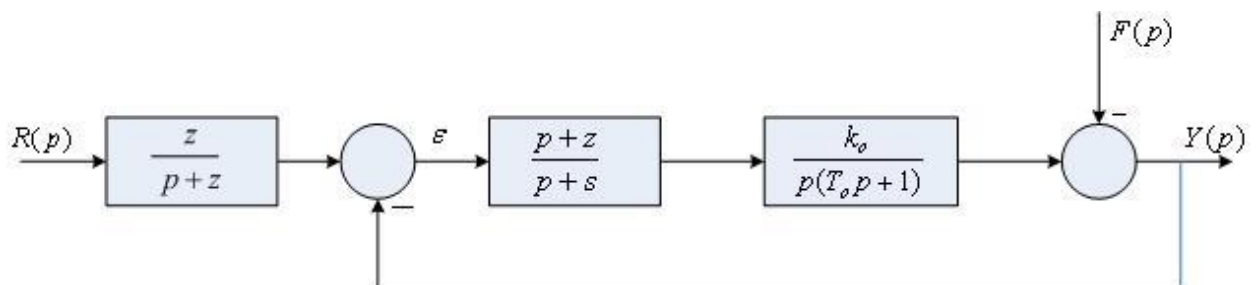

Рис. 5. Структурная схема САУ
4. Настройте параметры регулятора системы с апериодической реакцией, состоящей из функционально необходимых элементов. Структурная схема системы приведена на рис. 5, исходные данные для первого варианта – в табл. 7.
4. Настройте параметры регулятора системы с аperiodической реакцией, состоящей из функционально необходимых элементов. Структурная схема системы приведена на рис. 5, исходные данные для второго варианта – в табл. 7.
4. Настройте параметры регулятора системы с апериодической реакцией, состоящей из функционально необходимых элементов. Структурная схема системы приведена на рис. 5, исходные данные для третьего варианта – в табл. 7.